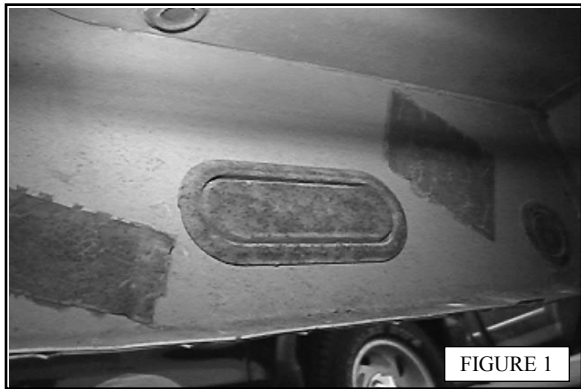

FIGURE 1
- STEP 2. Starting at the front driver side of the vehicle remove the factory inner rocker panel plugs from the vehicle. (FIGURE 1)
- ÉTAPE 2. Commencez par le côté conducteur du véhicule et retirez les obturateurs du bas de caisse intérieure. (FIGURE 1)